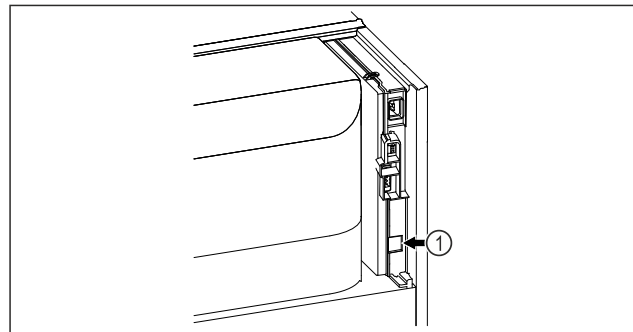

Fig. 144
- SmartModule Fig. 144 (1) ist eingesetzt.